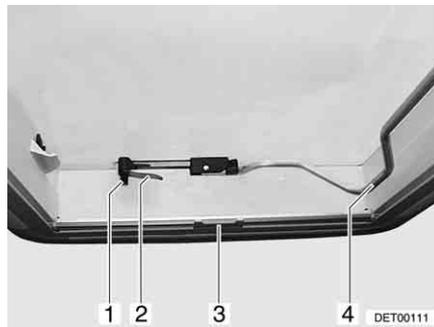
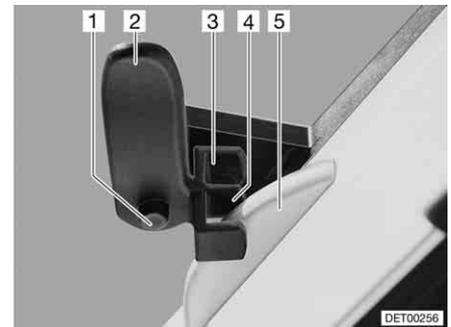

Bild 65 Heki-Dachhaube, geschlossen
Bild 66 Heki-Dachhaube in Lüftungsstellung 1
Öffnen: ■ Sicherungsknopf (Bild 65,1) drücken und Verriegelungshebel (Bild 65,2) eine viertel Umdrehung nach innen drehen.
■ Bügel (Bild 65,4) nach unten aus der Arretierung ziehen.
Schließen: ■ Bügel (Bild 65,4) nach unten aus der Arretierung ziehen.
■ Verriegelungshebel (Bild 65,2 und Bild 66,2) eine viertel Umdrehung drehen. Die Nase der Dachverriegelung (Bild 66,5) muss dabei in die obere Verriegelungsgabel (Bild 66,3) eingreifen.
■ Sicherungsknopf (Bild 66,1) drücken und Verriegelungshebel (Bild 66,2) zurückdrehen. Die Nase der Dachverriegelung (Bild 66,5) muss dabei in die untere Verriegelungsgabel (Bild 66,4) eingreifen.